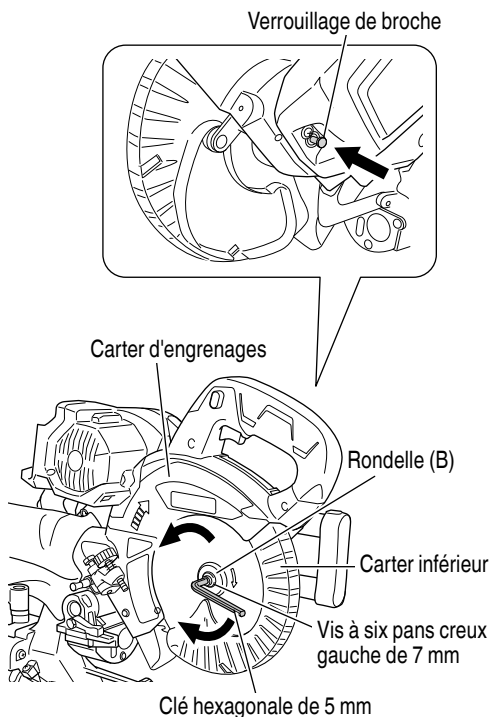

Fig. 56-a
1. Montage de la lame de scie (Fig. 56-a, 56-b)